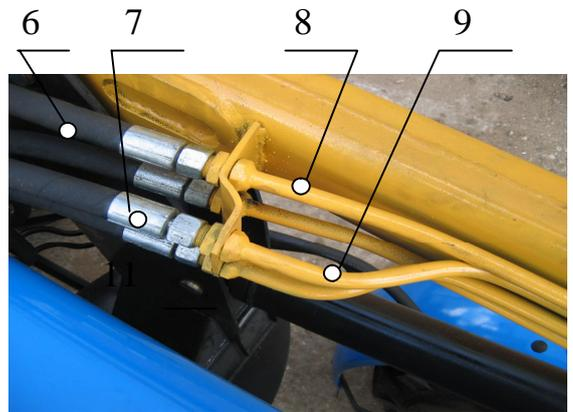

Рисунок 12
- РВД подключения ковшевых гидроцилиндров соединить с выводами гидросистемы трактора со стороны двигателя, а РВД подключения навесного сменного инструмента - с выводами гидросистемы трактора со стороны задней навески (поз. 6 и 7, рис.12), после чего соединить их с жесткими трубопроводами, установленными на стреле (поз. 8 и 9, рис.12);